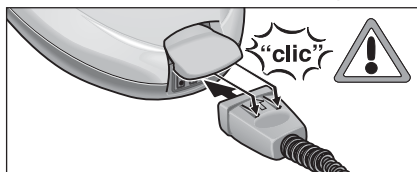

Fig. 1: Introducerea ștecărului monobloc
- Introduceți bine ștecărul monobloc (C6), în priza aparatului (A1). Astfel, cele două ciocuri ale ștecărului monobloc, trebuie să intre în capacul prizei aparatului (vezi fig. 1).